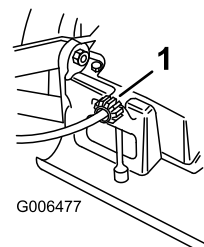

Figure 25
Si la tondeuse ne se propulse pas automatiquement ou a tendance à avancer quand la barre de commande de la lame est à **plus** de 38 mm (1,5 po.) du guidon, réglez le bouton de réglage de la transmission à l'arrière du boîtier d'engrenages (Figure 25).
2. Tournez le bouton de commande de 1/2 tour dans le sens horaire si la tondeuse ne se propulse pas automatiquement. Si la tondeuse a tendance à avancer, tournez le bouton de 1/2 tour dans le sens antihoraire pour détendre la courroie (Figure 25).